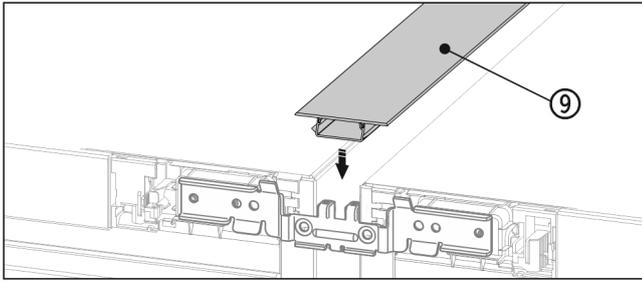

Fig. 21 \*
- ▶ 在表面，将短护板条 Fig. 21 (9) 压入水平缝隙中。\*